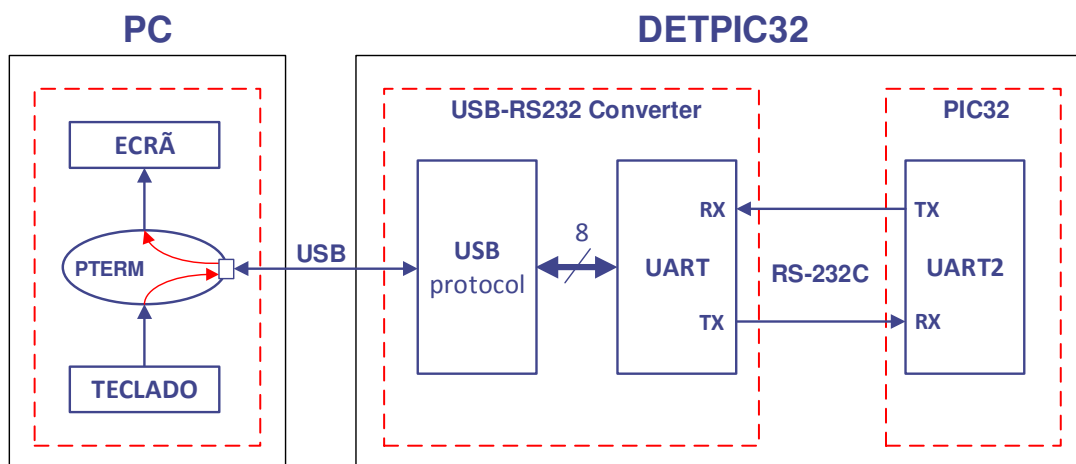

Figura 2. Diagrama de blocos simplificado do modelo de comunicação entre a placa DETPIC32 e o PC, usando RS-232C sobre USB.
A Figura 2 descreve a arquitetura de comunicação entre um computador (PC) e a placa DETPIC32. O sistema permite que a porta USB funcione como se fosse uma porta série, simulando comunicação RS-232C entre o PC e o microcontrolador.